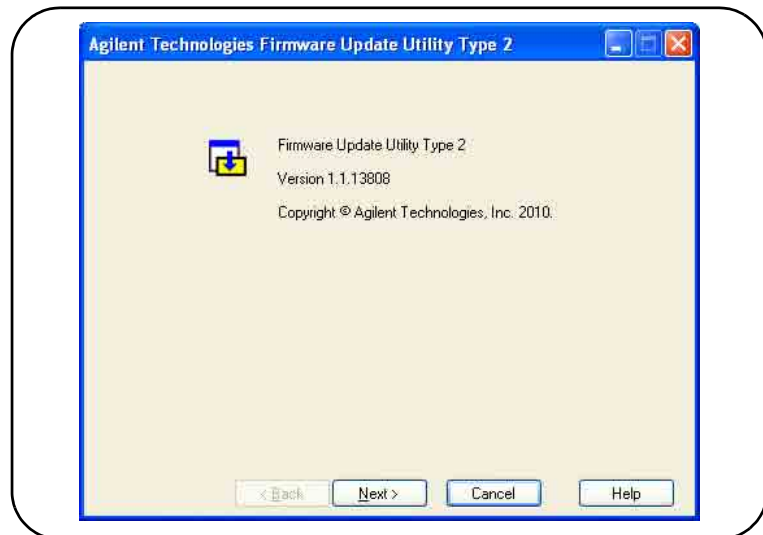

Figure 2-9. Utilitaire de mise à jour du microprogramme - Fenêtre de sélection du fichier
1. Depuis le répertoire d'installation ou le menu Démarrer, lancez l'utilitaire. Une fenêtre semblable à celle de la Figure 2-9 doit en principe s'ouvrir.